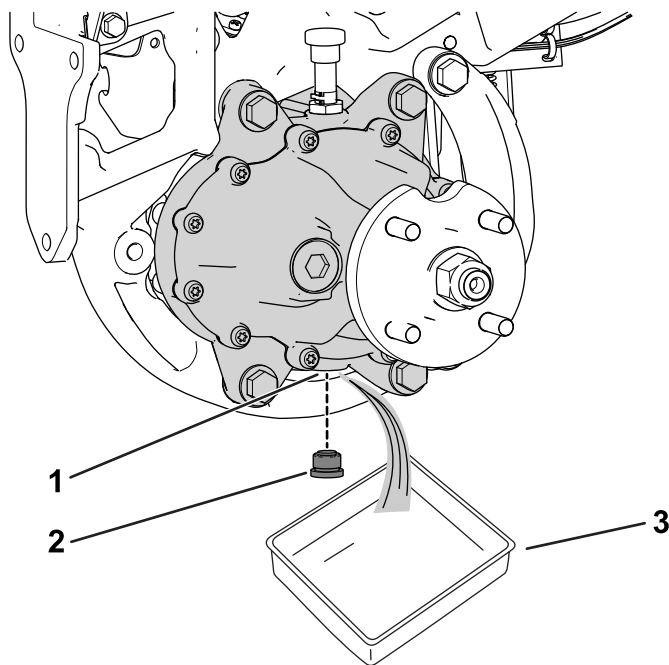

Рисунок 50
3. Подставьте сливной поддон под мотор-колесо в сборе (Рисунок 50).
4. Снимите пробку сливного отверстия (Рисунок 50).
6. Заверните пробку в сливное отверстие (Рисунок 50).